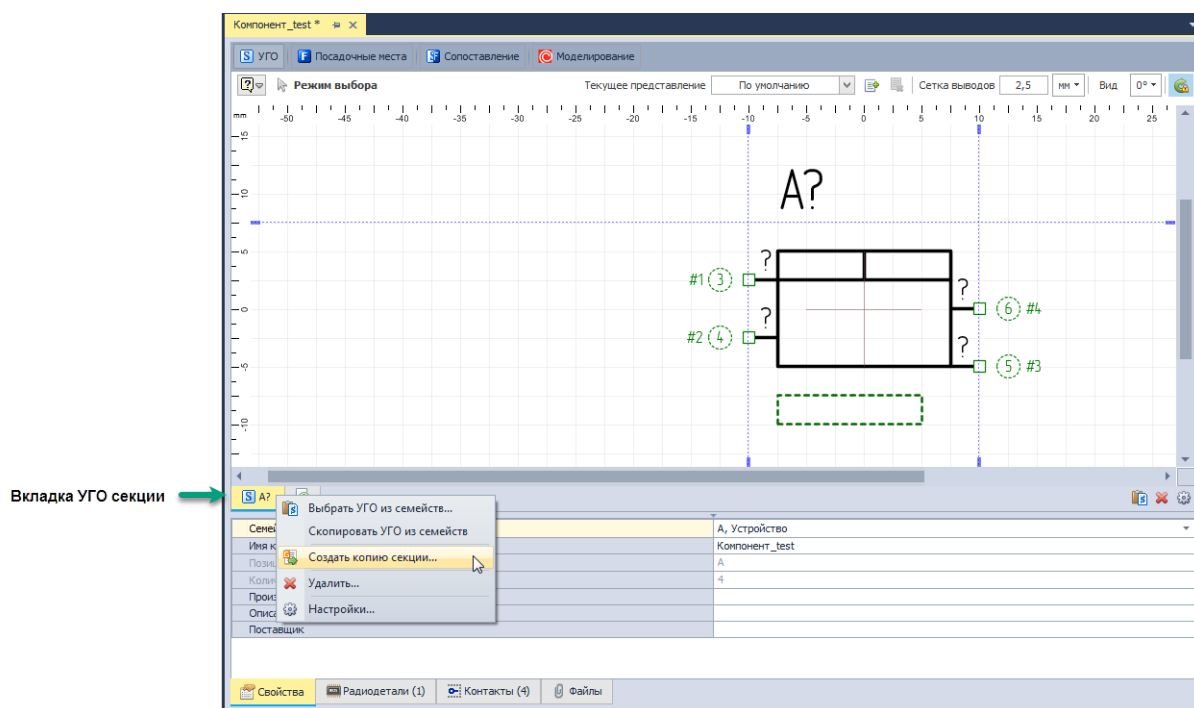

Рис. 214 Вызов процедуры копирования секции
1. Вызовите контекстное меню на вкладке УГО секции и выбрать пункт «Создать копию секции», см. Рис. 214.